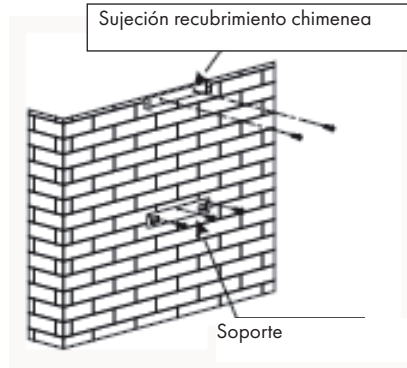

Ilustración 1
1. Monte el anclaje después de haber determinado la altura de montaje, siguiendo una línea recta y en una ubicación adecuada. La posición en la que se instale el soporte para la cubierta de la chimenea determina la posición de esta última (véase Ilustración 1).